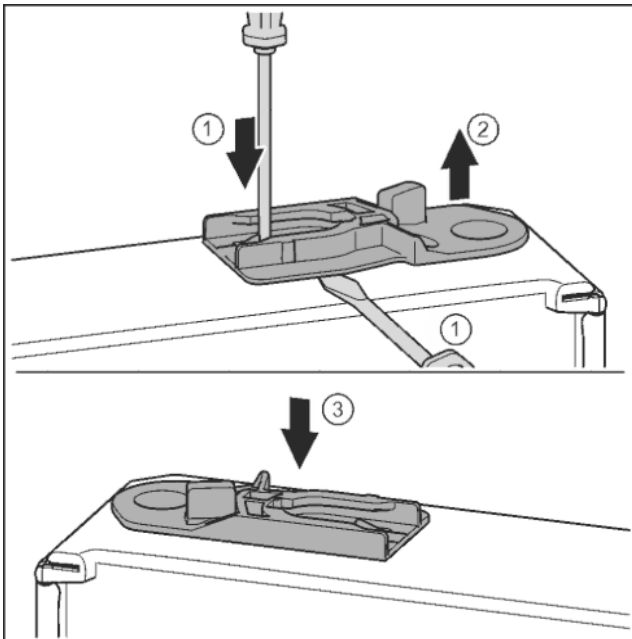

Fig. 29
- ▶ Vytáhněte vodící pouzdro: Stiskněte jazýček šroubovákem a současně plochým šroubovákem zajeďte pod vodící pouzdro. *Fig. 29 (1, 2)*
- ▶ Vodící pouzdro přiložené v příslušenství zasuňte na druhé straně pláště. *Fig. 29 (3)*